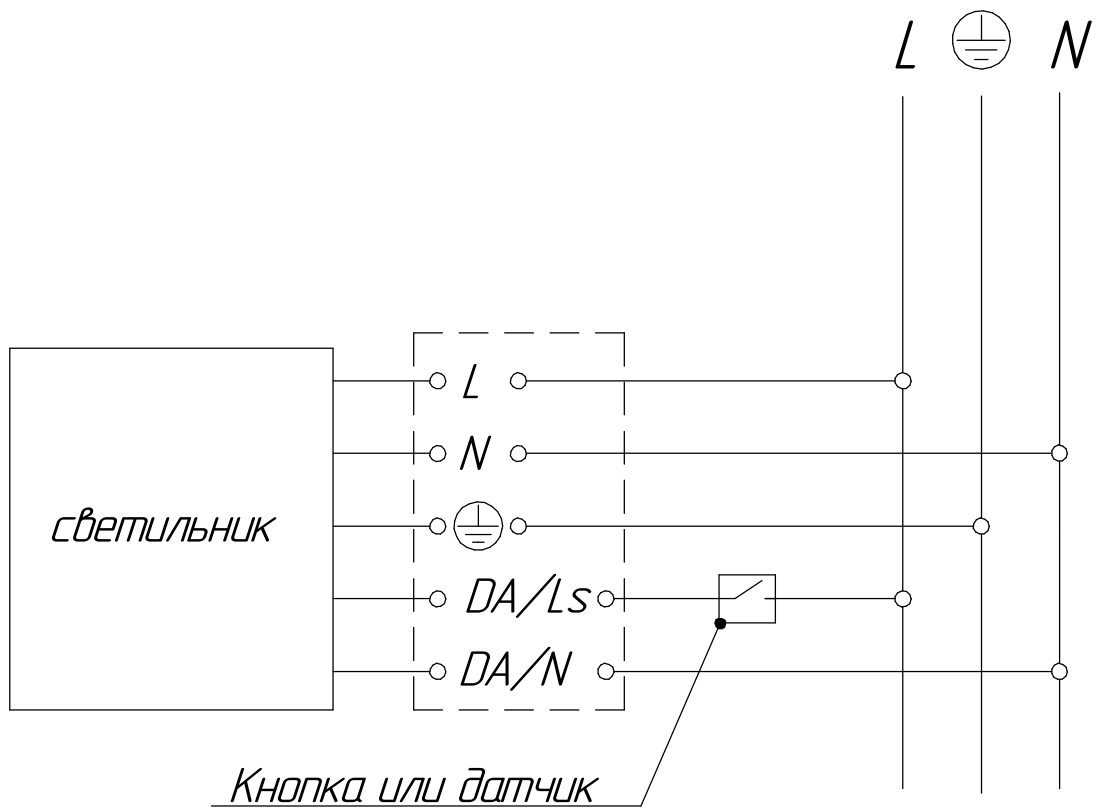

Рисунок 5- Схема подключения светильника с дежурным режимом (с протоколом DALI) к сети.
5.3 Функция "Дежурный режим" позволяет обеспечивать автоматическое снижение светового потока и автоотключение светильника как при работе с обычными кнопками так и с датчиками движения. Данная функция реализует 2 уровня светового потока: 100 и 10%, а также плавное выключение светильника. Подключение светильника осуществляется согласно схеме рис. 5. При установке кнопки или датчика необходимо учитывать длину проводов от светильника до кнопки (датчика), которая не должна превышать 25 м. При управлении с помощью стандартных кнопок возможно управление группой светильников (до 20 шт.) с общей длиной кабеля DALI до 25 м, при этом все светильники группы должны быть обязательно подключены к одной фазе.
5.5 Светильники с управлением по протоколу DALI дополнительно имеет функцию "Диммирование касанием". Данная функция реализуется путем прямого подключения кнопочного выключателя (*выключатель должен быть обязательно без фиксации*) к светильнику по схеме рис. 5.